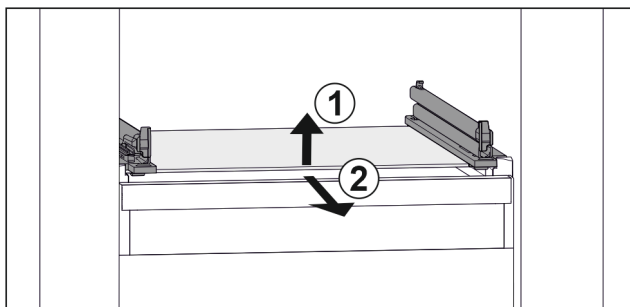

Fig. 46 Beispielhafte Darstellung der Glasplatte
- ▶ Glasplatte vorne anheben. Fig. 46 (1)
- ▶ Glasplatte nach vorne entnehmen. Fig. 46 (2)